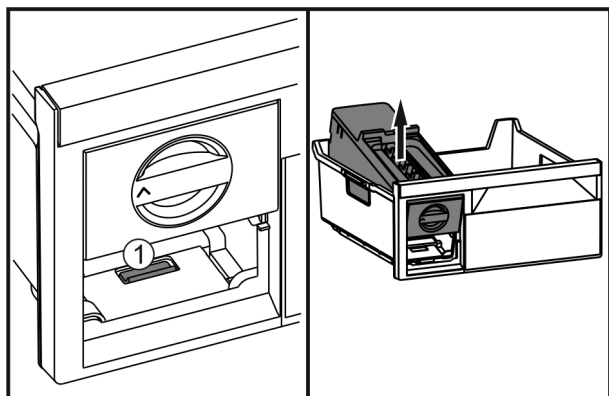

Fig. 63
- ▶ Нажать на накладку Fig. 63 (1), EasyTwist-Ice поднять сзади и вынуть из выдвижного ящика морозильника.